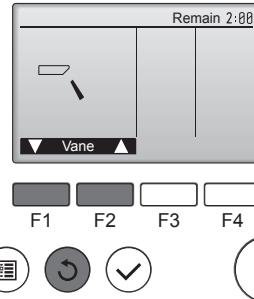

Fig. 7-4
- Premere il pulsante [SCEGLI] per visualizzare lo schermo di funzionamento dei deflettori, quindi premere i pulsanti [F1] e [F2] per verificare il deflettore automatico. (Fig. 7-4)